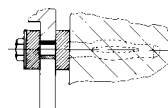

Bild 10
10. Unteren "Vibrastop" festziehen, siehe Bild 10.